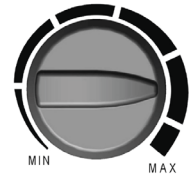

FIG. 4
- De temperatuur in de ruimte kan worden ingesteld met de regelknop (Fig. 4). Zodra de vooraf